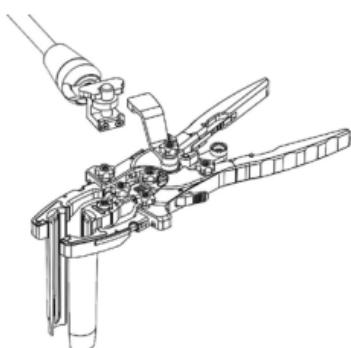

Abbildung 12
- Bei Verwendung der **Arm-Schnittstelle** (ML-0902), nachdem sichergestellt wurde, dass die **Arm-Schnittstelle** sicher am **Retraktorrahmen** befestigt ist, bringen Sie den **Gelenkarm, Gestellklemme, groß** (ML-0063) zum proximalen Ende der **Arm-Schnittstelle** und sichern Sie die **Arm-Gestellklemme** an der **Arm-Schnittstelle**. (Abbildung 12)